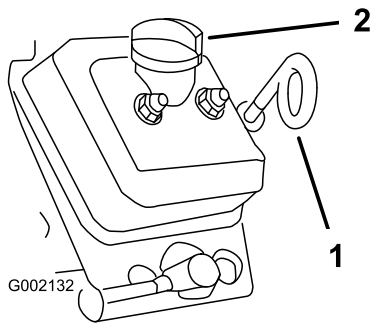

**Figure 15**
- Modèles **07266TC et 07279** – jauge d'huile et bec de remplissage (Figure 15).
4. Sortez la jauge d'huile et essuyez soigneusement son extrémité (Figure 15 et Figure 16).
5. Remettez la jauge tout au fond du tube de remplissage (Figure 15 et Figure 16). Sortez de nouveau la jauge et examinez son extrémité.
6. Réinsérez la jauge d'huile au fond du tube de remplissage (Figure 15 et Figure 16).